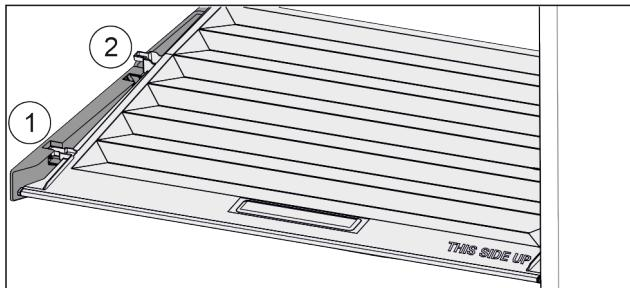

Fig. 94
- Veko potiahnite dopredu až k otvoru v prídržných dieloch Fig. 94 (1).
- Vzadu ho nadvihnite zospodu a zložte smerom nahor Fig. 94 (2).